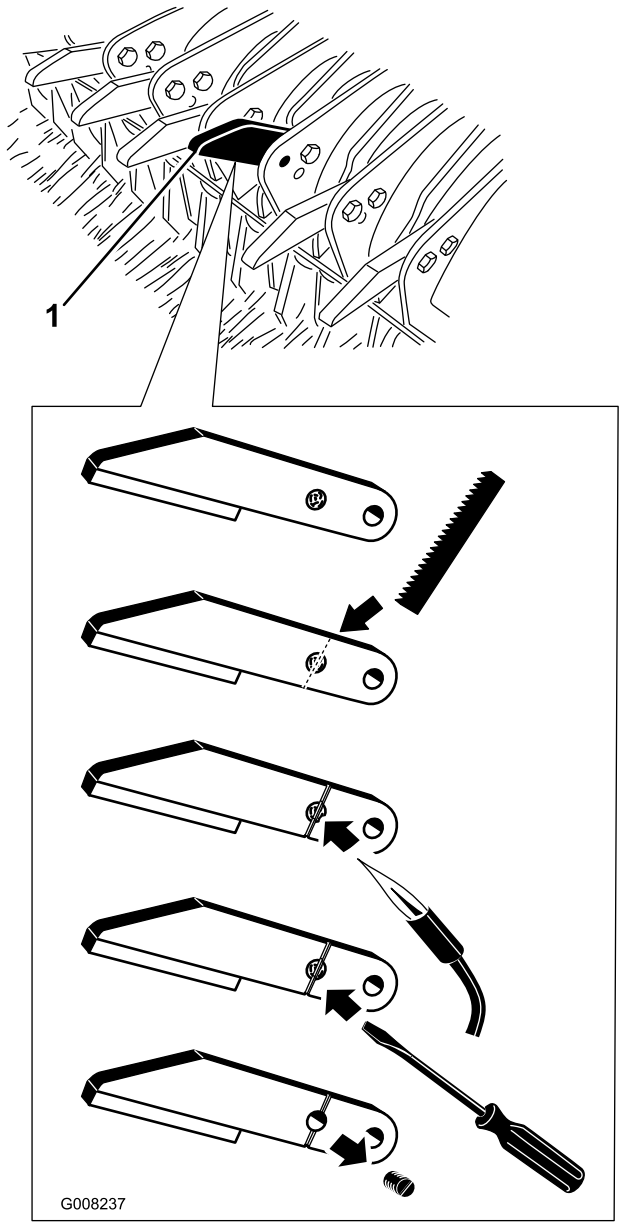

Figura 38
1. Retire el perno que no se ha partido y que sujeta la punta a la hoja (Figura 38). Separe la punta de la picadora de la hoja.
2. Usando una sierra para metales, corte una ranura en el extremo partido del perno, penetrando en la punta de la picadora (Figura 38). La ranura debe ser lo suficientemente profunda para admitir un destornillador de punta plana.
3. Una vez hecha la ranura, caliente el perno partido con un soplete para ablandar el Loctite (Figura 38).
4. Una vez ablandado el Loctite, desenrosque el perno partido de la punta de la picadora (Figura 38).